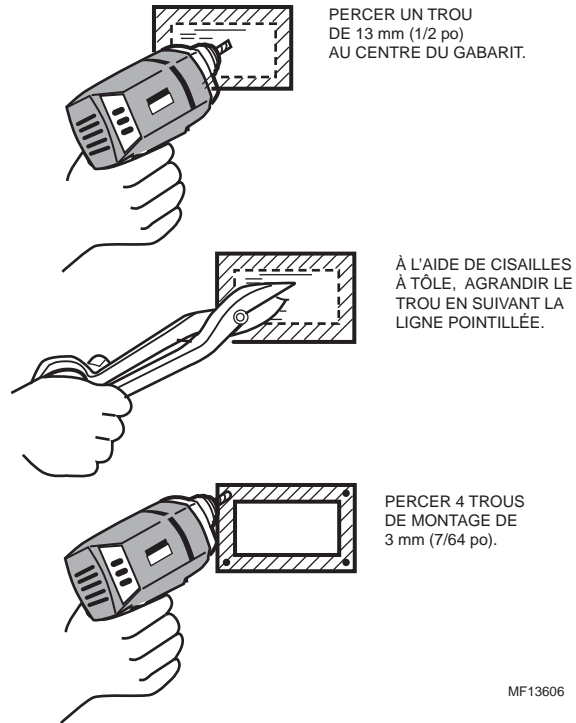

Fig. 37. Découpage de l'orifice pour l'humidistat.
3. Voir la figure 37 et suivre les étapes ci-dessous pour découper l'orifice de montage de l'humidistat.